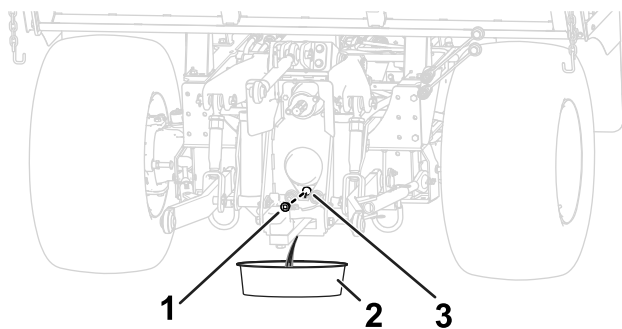

**Рисунок 99**
1. Поместите сливной поддон под картер дифференциала моста (Рисунок 99 и Рисунок 100).
2. Отверните пробки смотровых и сливных отверстий в картерах дифференциалов мостов (Рисунок 99 и Рисунок 100).